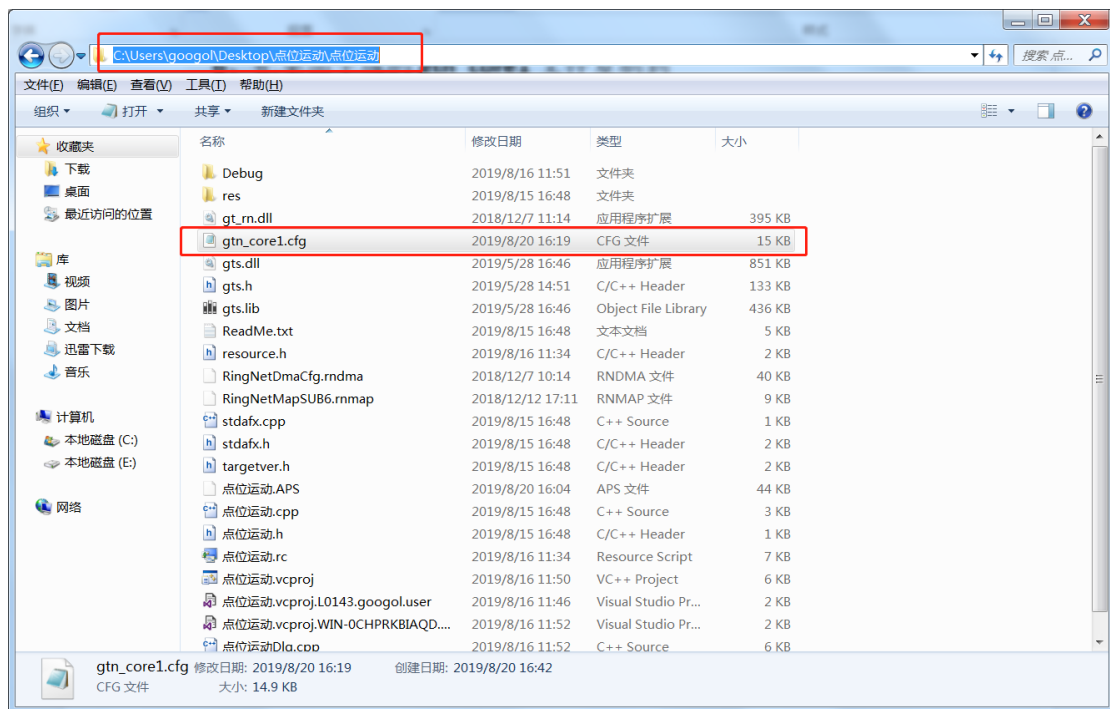

图 18
6、把桌面生成的 gtn_core1 文件复制到 (C:\Users\googol\Desktop\点位运动\点位运动) 文件下，如图 18